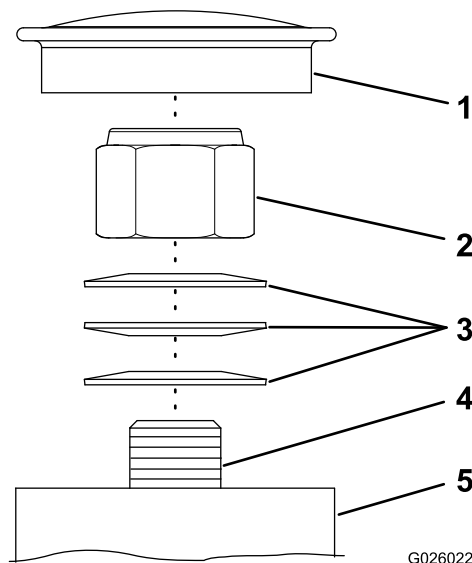

Figura 43
Nota: Si desmonta los cojinetes del pivote de las ruedas giratorias, asegúrese de instalar las arandelas elásticas según se indica en la Figura 43.
1. Retire el tapón antipolvo del buje de la rueda giratoria (Figura 43).
2. Apriete la contratuerca en sentido horario hasta que las arandelas elásticas estén planas (Figura 43).
3. Gire la contratuerca en sentido antihorario $\frac{1}{4}$ de vuelta (Figura 43).
4. Coloque el tapón antipolvo (Figura 43).